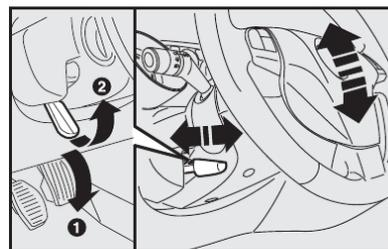

fig. 12
VOLANTE - fig. 12
- 1) deslocar a alavanca **A** para a posição **1-fig. 12**;